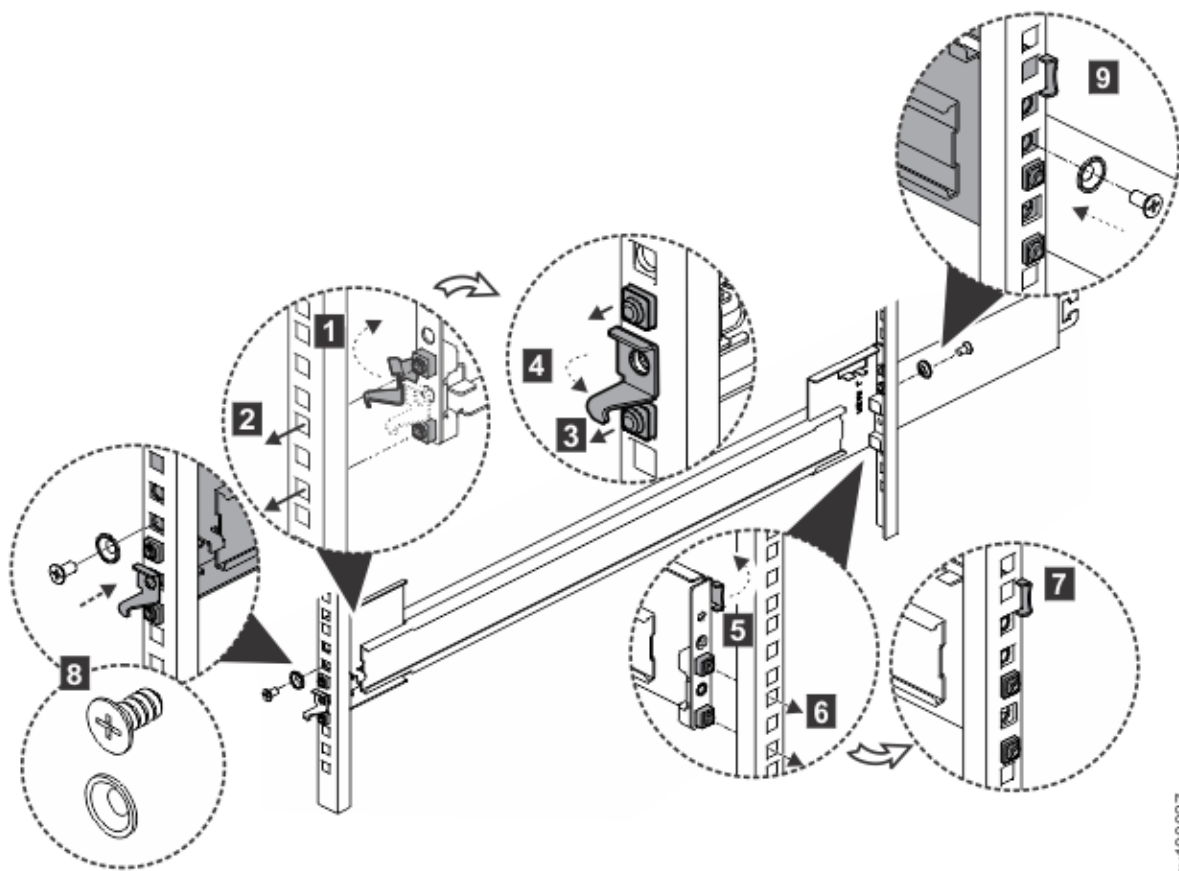

Рисунок 24. Установка скобы в стойке
- а) Откройте переднюю защелку (1).
- б) Совместите штифт крепления направляющей с местом установки в передней части стойки (2).
- в) Установите штифт крепления направляющей на место (3).
- г) Закройте переднюю защелку (4).
7. Скопируйте внешнюю часть направляющей сзади стойки, как показано на Рисунок 24 на стр. 22.
- а) Откройте заднюю защелку (5).
- б) Установите заднюю скобу на место (6).
- в) Закройте заднюю защелку (7).
8. С помощью винта M5 x 10 мм и шайбы M5 закрепите переднюю скобу в передней части стойки (8).
9. С помощью винта M5 x 10 мм и шайбы M5 закрепите переднюю скобу в задней части стойки (9).